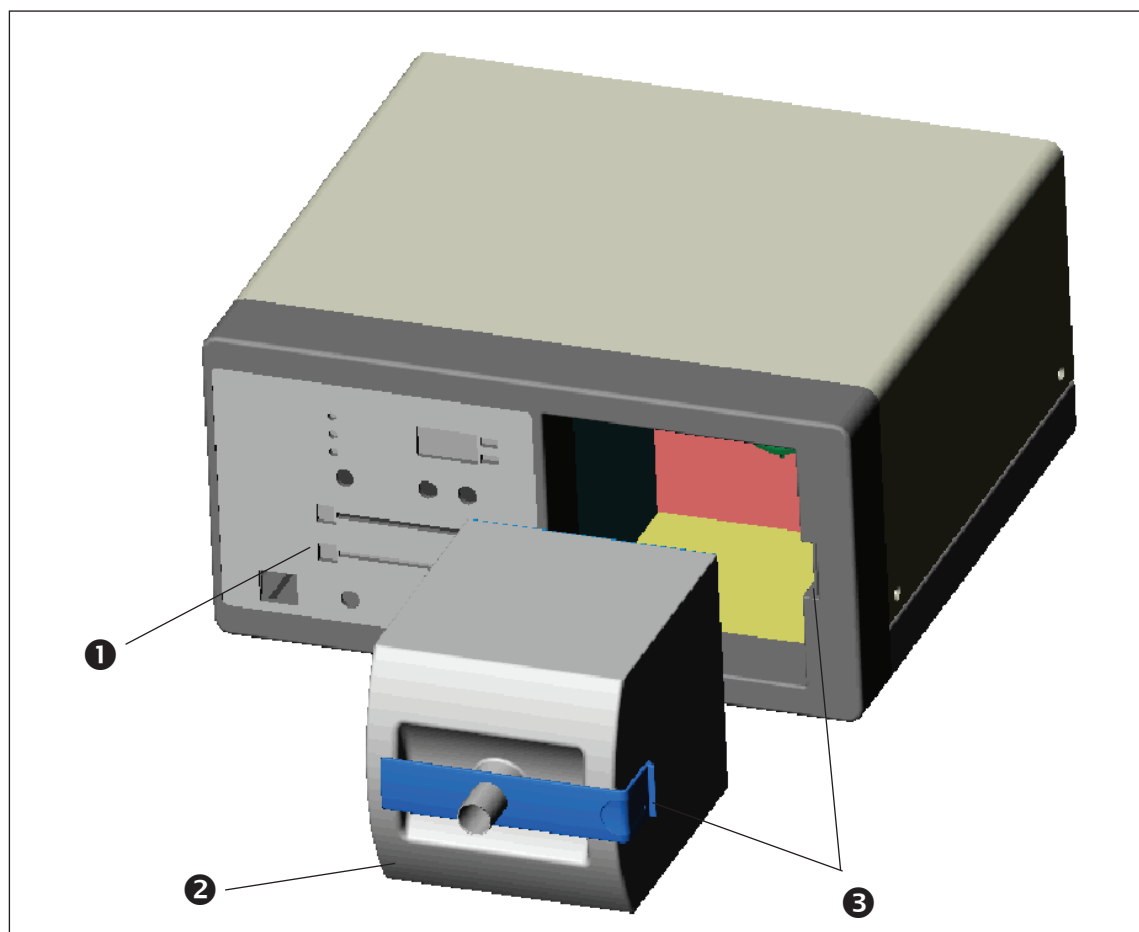

Fig. 1. **ATMOSAFE** vista complessiva
- Dopo avere connesso l'unità, è possibile inserire il filtro principale (②, Fig. 1) nell'apposito alloggiamento. Controllare che l'inserimento del filtro avvenga correttamente.